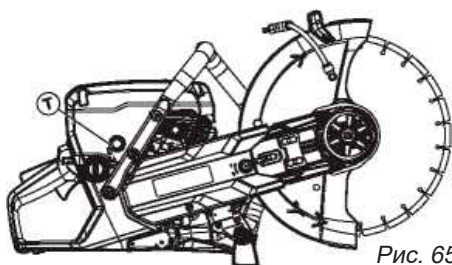

Рис. 65
• Отрегулируйте обороты холостого хода с помощью T-образного винта (рис. 65). При необходимости регулировки сначала поворачивайте винт по часовой стрелке до тех пор, пока диск не начнет вращаться.